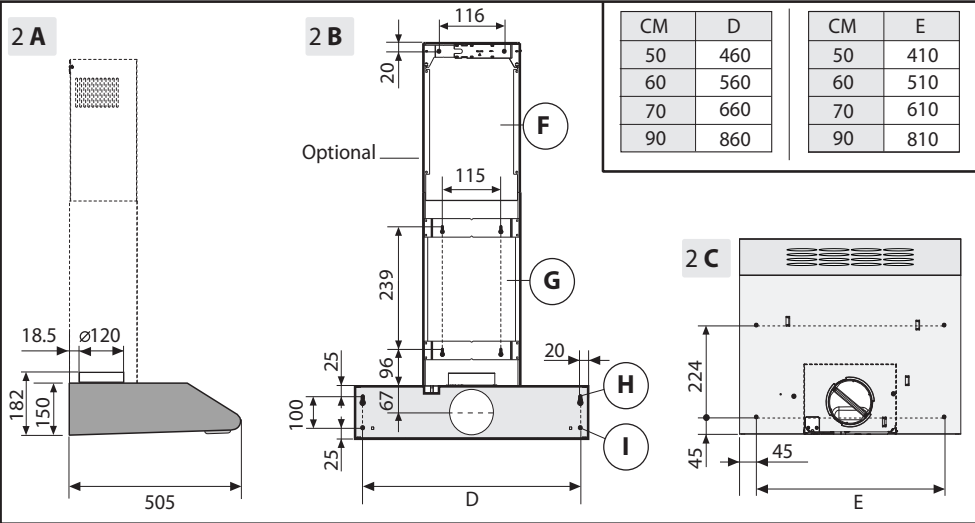

Fig.2
1. Montaggio della cappa nella parte inferiore del pensile (Fig.2)
- Effettuare 4 fori sul pensile rispettando le misure indicate nelle figure 2 **A-2 C**.
2. Montaggio della cappa alla parete (Fig.2).
- Effettuare 4 fori rispettando le misure indicate nelle figure 2 **A-2 B**.
- Regolare la larghezza della staffa di supporto del camino superiore (Fig.3). Successivamente fissarla al muro in modo che sia in asse con la vostra cappa tramite le viti **A** (Fig.3) e rispettando la distanza dal soffitto indicata in (Fig.2 **B**). Collegare il tubo flessibile (non in dotazione) alla flangia **D** (fig.1A).